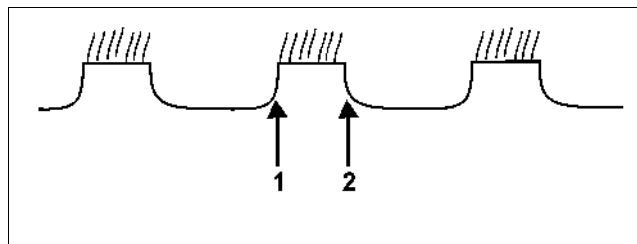

Fig. 21
- 1. tallerkenrække indstilles mod højre og kontrolleres på ny (Fig. 21):